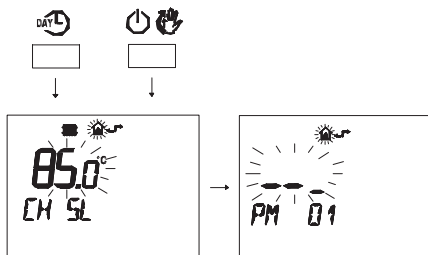

Figura 5.41
- Pulse simultáneamente los botones  y  para entrar en la modalidad de programación transparente (Figura 5.41).